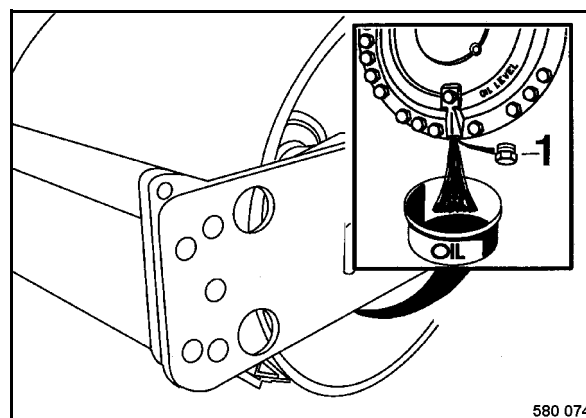

Fig. 165
- Estacionar el rodillo de forma que el tapón de descarga 1 (Fig. 165) se encuentra en el punto más bajo.